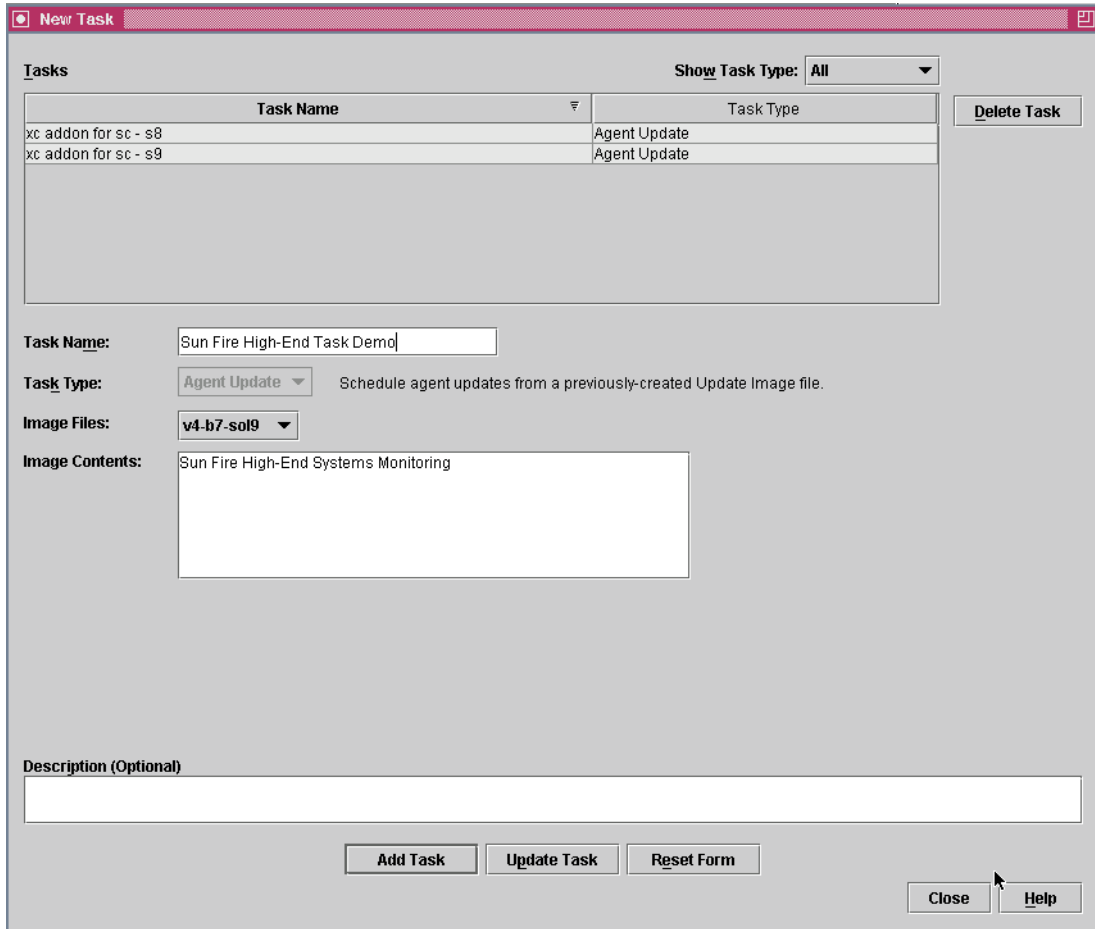

图 2-10 “New Task（新任务）”面板
系统将显示“New Task（新任务）”面板（图 2-10），在这里您可以指定要分发的更新代理映像文件。
4. 在“New Task（新任务）”面板中（图 2-10），执行以下步骤：